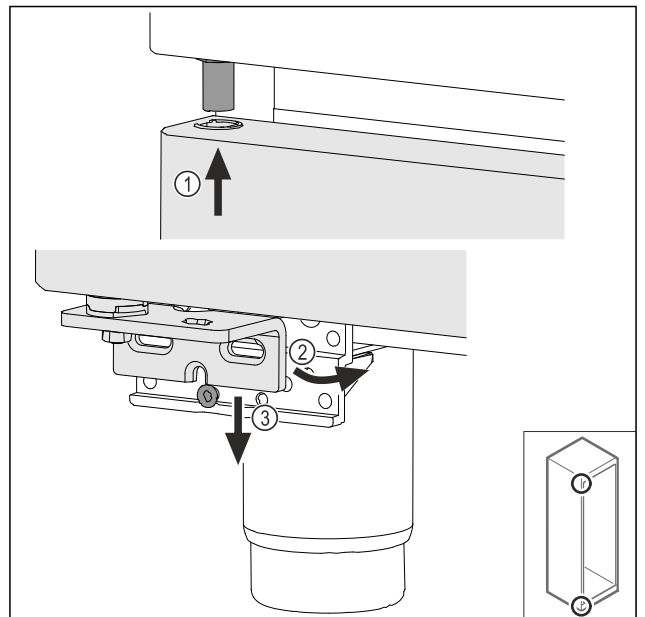

Fig. 74
- ▶ Зачепити двері зверху під нахилом Fig. 74 (1), вирівняти двері прямо Fig. 74 (2) і знизу встановити на гвинт Fig. 74 (3) опорного кронштейну.